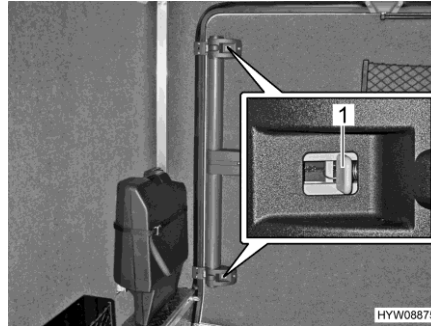

Fig. 56 Puerta de garaje (desbloqueo de emergencia desde el interior)
- Presionar la corredera gris (Fig. 56,1) hacia el centro de la puerta en las cerraduras superior e inferior.